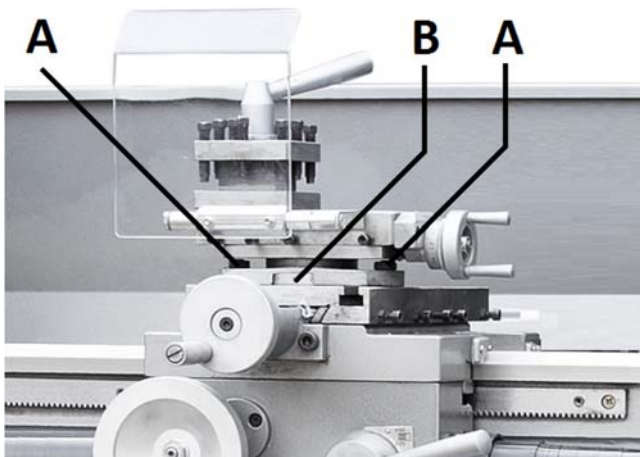

Figure 8-4 : Tournage conique avec la glissière supérieure
Desserrez les deux écrous hexagonaux (A, Fig 8-4) et tournez la glissière supérieure selon l'échelle graduée (B).